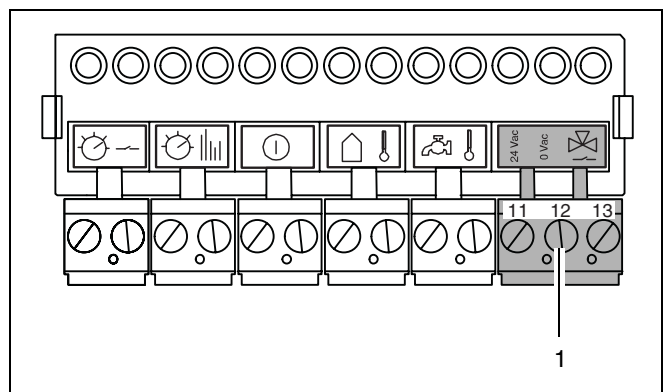

fig. 24 Aansluiten externe driewegklep
- Sluit een tweedraads driewegklep aan op aansluiting [11-13] (→ fig. 24, [1] - turkoois).
- Sluit een driedraads driewegklep aan op aansluiting [11-12-13] (→ fig. 24, [1] - turkoois).